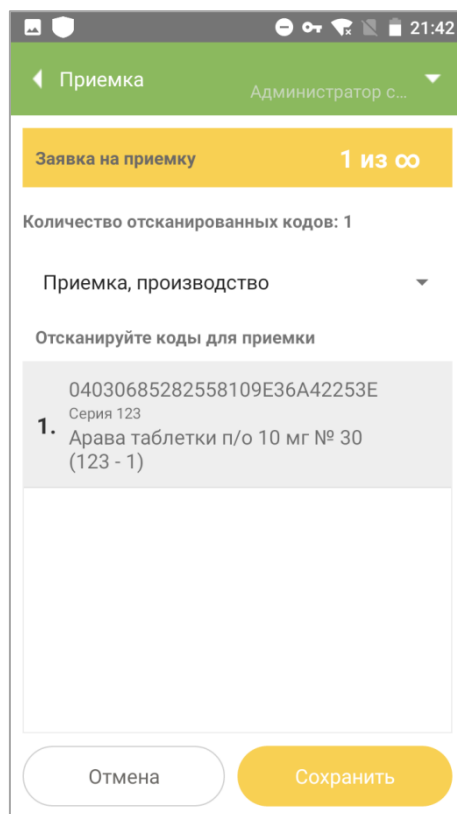

Рисунок 9.4
6. Отсканировать коды маркировки (п. 1.5), которые следует принять согласно накладной (Рисунок 9.4).
- 3.3. Отсканировать коды маркировки (п. 1.5), которые следует принять (аналогично Рисунок 9.4). При этом на экране отобразится следующая информация: